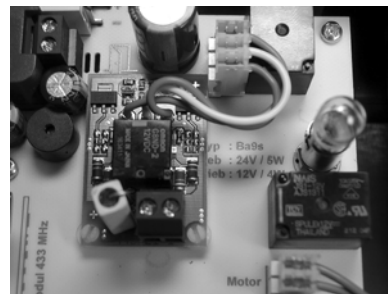

Abbildung 2
**Achtung:** Achten Sie dabei unbedingt darauf, dass Sie den Stecker seitenrichtig aufstecken. Die Kabel des Steckers zeigen nach rechts (siehe Abbildung 2). Wird der Stecker falsch aufgesteckt, kann die Zusatzplatine zerstört werden!